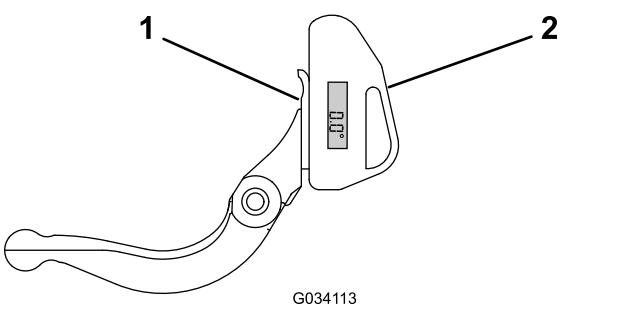

Рисунок 25
1. Установите индикатор угла на нижней стороне неподвижного ножа, как показано на Рисунок 25.